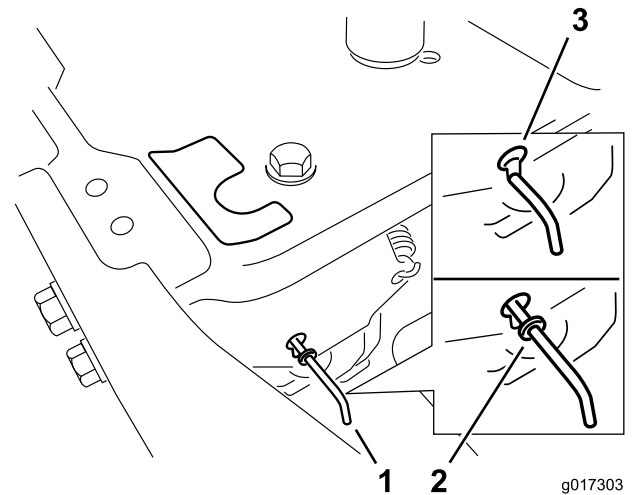

Figura 17
4. Mueva las palancas de desvío hacia delante a través del orificio y hacia abajo para bloquearlas en esa posición (Figura 17).
Mueva las palancas de desvío hacia atrás a través del orificio y hacia abajo para bloquearlas en esa posición, según se muestra en Figura 17.